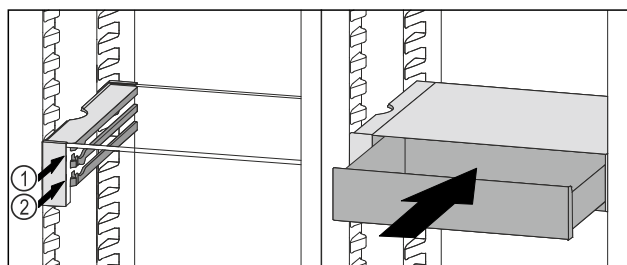

Fig. 91
- VarioSafe-lade achter de stoppers op de gewenste rib *Fig. 91 (1)* of *Fig. 91 (2)* plaatsen.